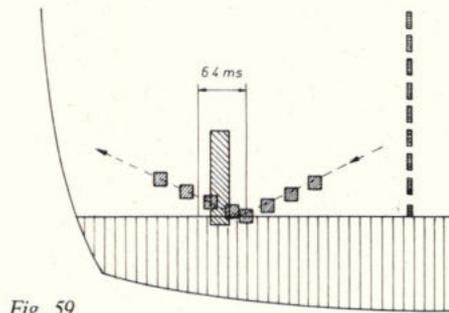

Fig. 59
2) in tweede instantie kunnen wij de geheugenschakelingen onder de loupe nemen. Behalve de nauwkeurigheid (vooral rekengeheugen) kan hierbij de snelheid, waarmee in- en uitlezen plaatshebben worden bekeken. Het is mogelijk om met geïntegreerde bouwstenen, die in principe bestaan uit halfgeleiderschakelaars en operationele versterkers die wat weg hebben van de CA 3130, te komen tot snellere en meer nauwkeurige schakelingen. Deze schakelingen, die veelal onder de naam sample/hold bekend zijn (bemonsteren - vasthouden) zijn uiteraard wel wat kostbaarder dan de met discrete componenten opgebouwde geheugenschakelingen die zijn besproken. De voordelen van een toenemende nauwkeurigheid, die uiteraard pas van belang is als de rekenversterkers voldoende nauwkeurig zijn, werden reeds besproken bij de behandeling van deze rekenversterkers. Het belang van een wat hogere snelheid ligt in het verminderen van bepaalde fouten van de simulator die ontstaan door de betrekkelijk lange botsingsproceduredtijd (64 ms). Vooral als twee botsingen vlak na elkaar plaats behoren te vinden zijn deze fouten, die kunnen worden geïllustreerd aan de hand van fig. 59, merkbaar.
Uit de bovenstaande geforceerde beschrijving van een botsing waarbij tevens de opeenvolging van beelden in aanmerking werd genomen, is reeds duidelijk dat een verhoging van de snelheid van de geheugenschakelingen weliswaar de in fig. 59 getypeerde fouten zal kunnen verminderen maar niet voorkomen. Ook is zichtbaar, dat er een verband bestaat tussen de optimale waarde voor de „wegvliegtijd“, de ont- en oplaadtijd van het snelheidsgeheugen en de tijd tussen twee opeenvolgende afbeeldingen. Deze laatste tijd ligt vast in de CCIR-norm (20 ms) en bepaalt dus de andere waarden. De *minimale* tijd die tussen de detectie van twee botsingen moet liggen (dit is niet noodzakelijk de som van verwerking en wegvliegtijd) is gelijk aan 20 ms. Hierbij is dan noodzakelijk dat de verwerkingstijd verwaarloosbaar klein is ten opzichte van deze tijd, aangezien voor de detectie van de botsing ook een vrije vlucht van de bal gedurende 20 ms (vanaf het
voorafgaande beeld) heeft plaatsgevonden. Behalve een verwaarloosbaar kleine verwerkingstijd zal echter ook de reken-nauwkeurigheid zeer groot moeten zijn om bij deze kortste proceduredtijd „herhaalde“ botsingen te voorkomen. Hierom lijkt het iets eenvoudiger om de tijd, die tussen twee botsingen kan verlopen op minimaal 40 ms, nl. de tijd voor het schrijven van twee beelden te stellen. Binnen deze tijd moet een *optimale* indeling van de botsingsprocedure worden gevonden die enerzijds de kans op fouten van het type uit fig. 59 zo klein mogelijk maakt, maar anderzijds een voldoende grote wegvliegtijd bevat in verband met de nauwkeurigheid en eventuele niet-eenparige bewegingen. Als totale proceduredtijd zou kunnen worden gedacht aan bijv. 32 ms. Gegeven, dat de vrije vlucht van de bal *tenminste* gedurende 20 ms moet kunnen worden gerealiseerd houdt dit in, dat van deze 32 ms er minstens 12 moeten worden ingeruimd voor „de wegvliegtijd“. De in de praktijk realiseerbare bewerkingstijden zijn met geavanceerde sample-hold schakelingen zeer kort t.o.v. de hier voorkomende tijden, zodat wij kunnen stellen dat de „wegvliegtijd“ ook nog vrijwel over het totaal van de resterende 20 ms kan worden uitgebreid.
Hier zal een compromis moeten worden gevonden tussen enerzijds de verhoging van de kans op fouten van het type uit fig. 59 die een lange wegvliegtijd met zich meebrengt en anderzijds een kans op „dubbele“ botsingsdetectie die behoort bij de korte wegvliegtijden. Een mogelijke indeling zou kunnen zijn:
Deze indeling kan worden gerealiseerd door een schakeling die wordt afgeleid van de botsingslogica (fig. 33). De ingangsfrequentie moet dan 500 Hz worden, (ook uit de lijn en rasteroscillator te betrekken), terwijl de vorm van het snelheidsgeheugen moet worden aangepast. Hierbij zij opgemerkt, dat vele sample-hold schakelingen geen gescheiden ontlad- en laadsignalen nodig hebben maar slechts één signaal namelijk: „nieuwe waarde aannemen“, hetgeen wordt gerealiseerd door een „push-pull“ insturing van de geheugencondensator. Een indeling van de botsingsprocedure als boven vermeld zal het risico van „fouten“ zoals in fig. 59 met ca. een factor 3,5 verminderen. Overigens zij opgemerkt, dat ook het eerst raken van het racket aanleiding kan geven tot fouten (verdwijnen van de bal in de randafbakening). Uiteraard zal bij een verkorting van de botsingsprocedure ook de snelheid van de rekengeheugens moeten worden opgevoerd terwijl ook, vanwege de samenhang: nauwkeurigheid-wegvliegtijd, de precisie ervan de aandacht verdient.